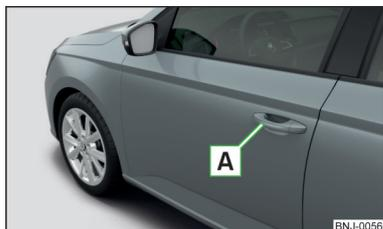

Fig. 31
- Tirez sur la poignée de portière **A** » fig. 31 de la portière que vous souhaitez ouvrir.